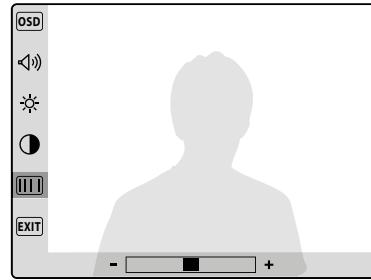

Fig. 3C
- La saturazione (8 livelli **Fig.3C**);